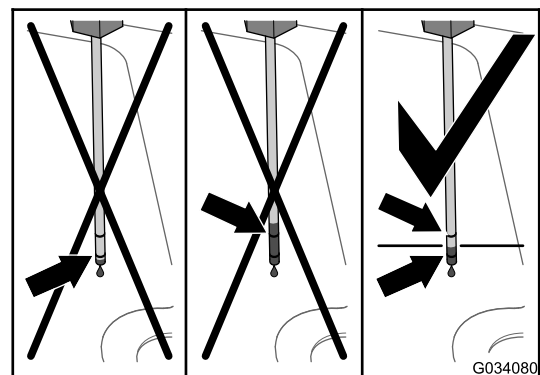

Figura 99
6. Retire la varilla y compruebe el nivel de fluido (Figura 99).
7. Añada el fluido hidráulico especificado por el tubo de llenado hasta que vea que el nivel de fluido se encuentra entre las 2 marcas de la varilla (Figura 99).